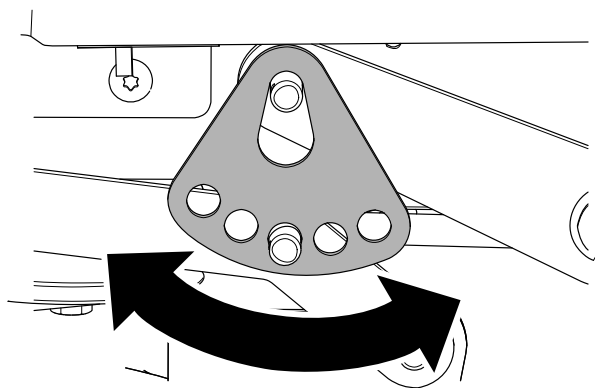

Figura 69
7. Gire la pletina de altura de corte hasta un orificio diferente, de modo que sostenga el peso de la carcasa del cortacésped después de instalar la pletina (Figura 69).
8. Instale la arandela y la chaveta (Figura 69).